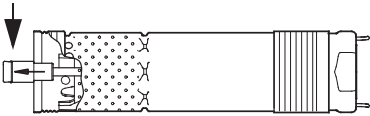

Fig. 5
2. Trageți etanșarea pompei afără de pe poziția arătată în fig. 5.